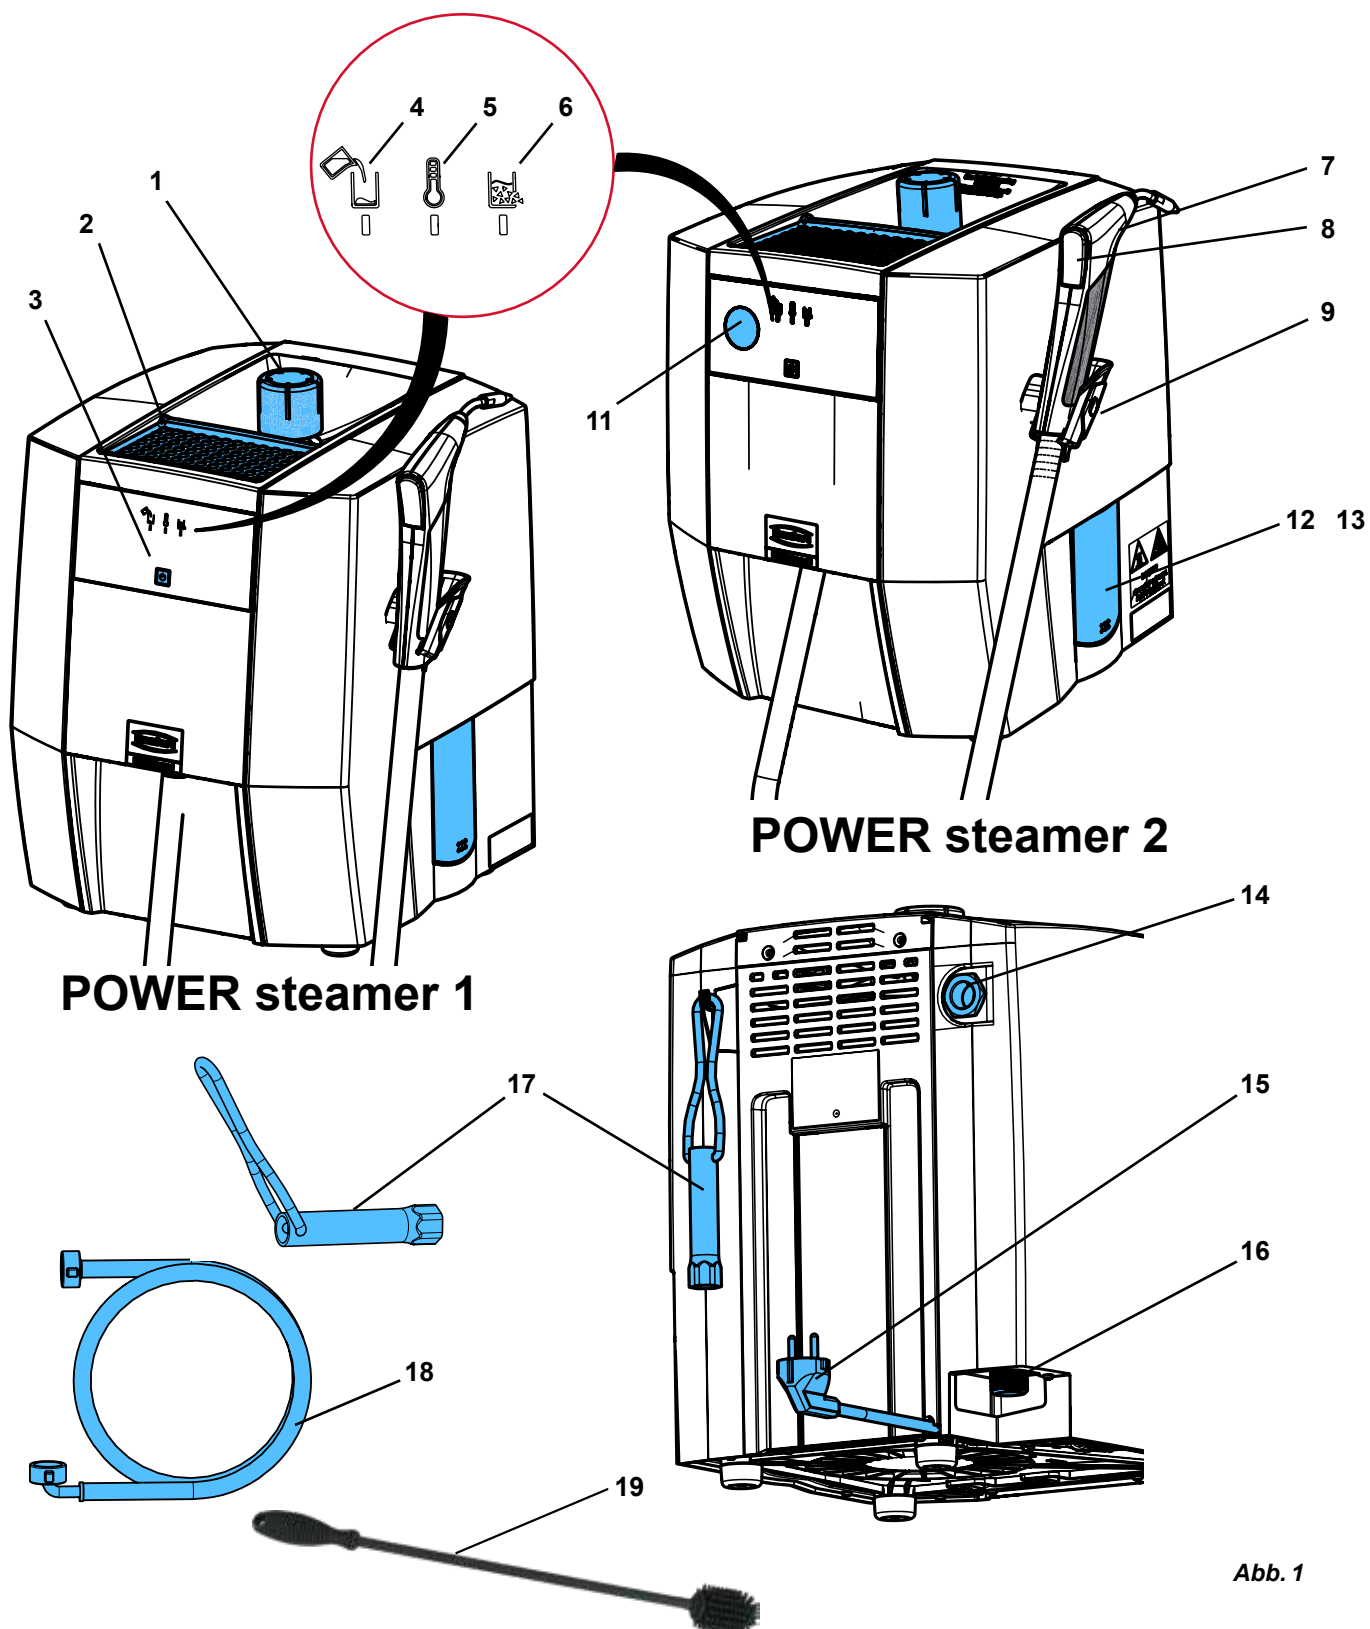

Abb. 1
- ▶ Gerät so aufstellen, dass bei einem Dampfaustritt aus der Überdruckventil-Auslassöffnung (14, Abb. 1) keine Gefährdung entsteht.
Auf der Modellablage (2, Abb. 1) können Gipsmodelle oder Einbettmassen-Modelle zum Trocknen abgelegt werden.
⇒ Tankverschluss (1, Abb. 1) einschrauben.
Gerät so aufstellen, dass bei einem Dampfaustritt aus der Überdruckventil-Auslassöffnung (14, Abb. 1) keine Gefährdung entsteht (z. B. Gerät nicht vor einer Steckdose aufstellen).
Die Überdruckventil-Auslassöffnung (14, Abb. 1) darf nicht verschlossen oder in irgendeiner Weise blockiert werden.
Vor Öffnen des Revisionsverschlusses sicherstellen, dass der Druckbehälter nicht mehr unter Druck steht. Dazu Tankverschluss (1, Abb. 1) öffnen und entfernen.
- ⇒ Gerät so aufstellen, dass Wasser aus der Revisionsöffnung (12/13, Abb. 1) in ein Becken fließen kann.